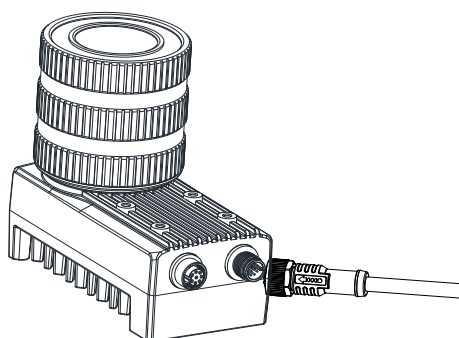

图2-6 设备 I/O 口接线
4. 使用电源及 I/O 接口线缆，按照正确的接线方法接在合适的开关电源上给设备供电，如图 2-6 所示。设备接线请参考 1.4 电源及 I/O 接口定义章节。